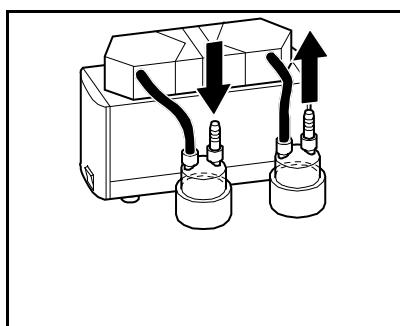

Fig. 14 : Raccordement système SR
2	Tuyaux (voir Fig. 14) <ul style="list-style-type: none"> <li>▪ Résistent au fluide utilisé</li> <li>▪ Diamètre intérieur 10 mm</li> <li>▪ Longueur : environ 150 mm</li> </ul>
3. Raccorder les pièges à liquide (voir Fig. 14).